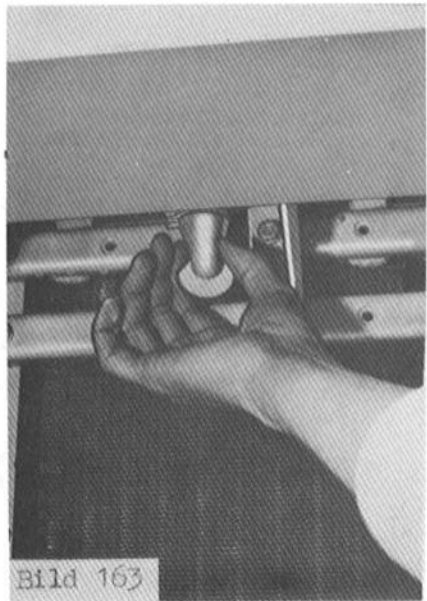

Bild 163
- f) Bei jedem Reinigen des Luftfilters soll das Staubventil (Bild 163) betätigt und auf einwandfreie Funktion geprüft werden.